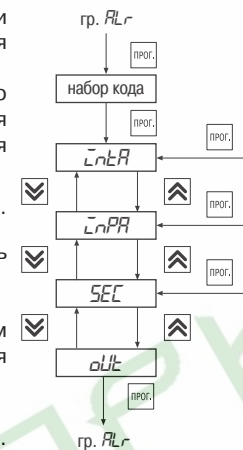

Рис. 19
6.2.2.6. **Группа «*ALr*»** предназначена для установки параметров защитного отключения (рис.19). Код доступа для этой группы «_44».